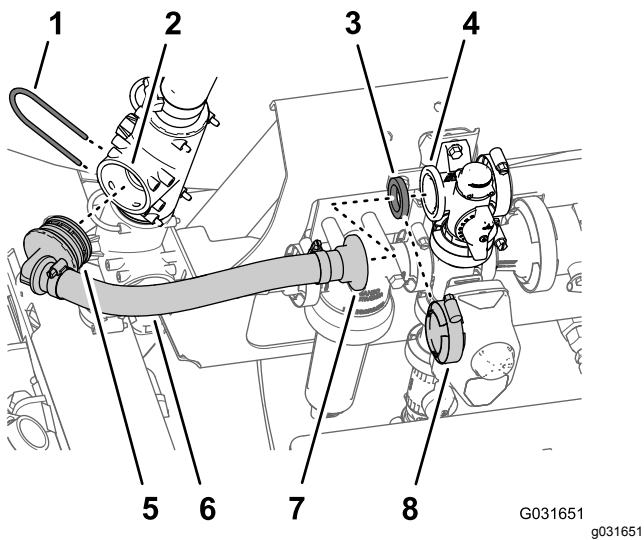

图 219
4. 对齐新搅拌旁通管子总成的 90 度宝塔接头 Toro 零件号 131-9649 与上 T 形接头的开口端并插入 90 度接头直到其进入 T 形接头 图 219。
- 使用在 宝塔接头固定到 T 形接头上固定时使用在步骤 1 中卸下的卡环图 219。
- 对齐新搅拌旁通软管子总成的直通法兰接头Toro 零件号 131-9649、垫片和旁通阀的法兰图 219。